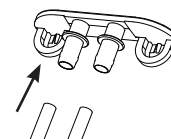

Figure 7
12. Retirez les bouchons et laissez l'eau s'évacuer complètement. Voir la figure 7.